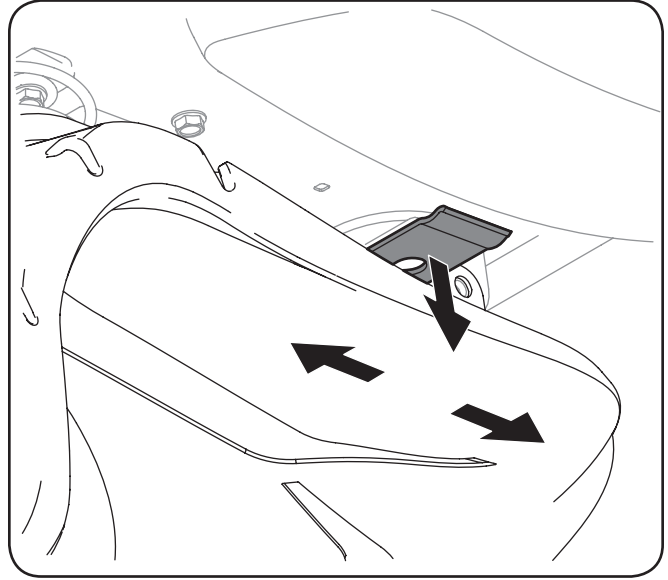

Figure 3-11
1. Enlevez le couvercle en plastique, le cas échéant, de la borne positive de la batterie et attachez le câble rouge à la borne positive de la batterie (+) avec le boulon et l'écrou à six pans. Voir la Figure 3-11.